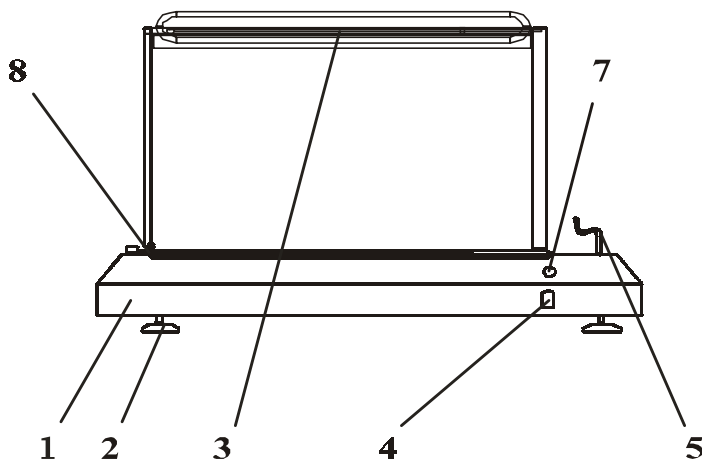

Рис. 1. Схема аппарата ТПЦ-370Н
Упаковочный аппарат ТПЦ–370Н (рис.1) представляет собой сборный металлический корпус 1 с установленным сваривающим и отрезающим рамным термоножом 3. К аппарату прилагается подставка для термопленки 6 с двумя параллельными валами, предназначенными для установки на них рулона термопленки.
3. Далее, обеими руками необходимо плотно накрыть продукт в полурукаве подвижной рамой термоножа, при этом загорается индикатор включения ножа 7 (рис. 1).
1. Выключить кнопку «Сеть» 4 (рис. 1).
Внимание! Температура нихромовой нити термонोजа 3 (рис.1) может достигать значительных величин, превышающих стойкость тефлонового покрытия. Конструкцией предусмотрено специальное реле времени, которое ограничивает длительность импульса тока (1,8 сек.), поэтому температура ножа не превышает критических величин.